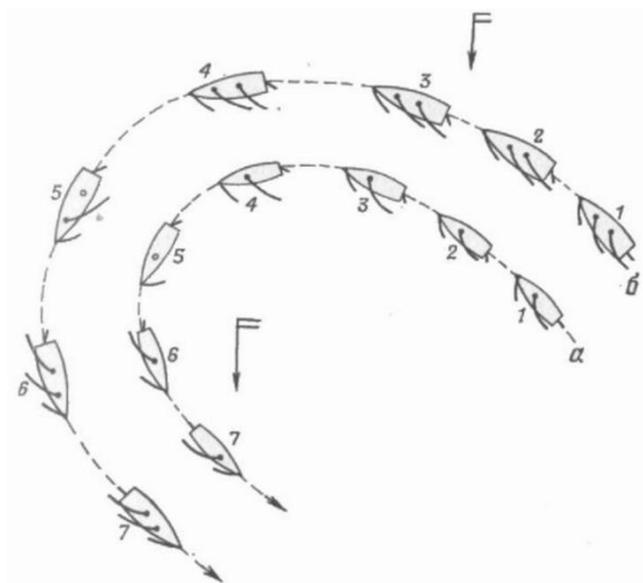

Рис. 5. Выполнение поворота через фордевинд:
Ниже рассматривается выполнение поворота через фордевинд для случая, когда шлюпка идет в бейдевинд. На одномачтовой шлюпке (рис. 5, а). Старшина подает команду «К повороту» и затем – «Поворот через фордевинд», после чего кладет руль
На двухмачтовой шлюпке (рис. 5,6). При следовании в бейдевинд подается команда «Гика-шкот травить» (5), а после уваливания за линию галфвинда – «Кливер и фок травить» (4).